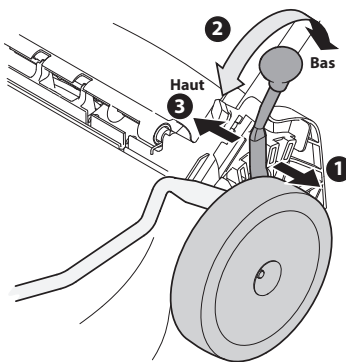

Figure 2-7
2. Suivez les étapes ci-dessous pour installer le sac à herbe sur la tondeuse. Voir Figure 2-7.
2. Placez le levier à la position désirée pour régler la hauteur de coupe. Voir Figure 2-7.